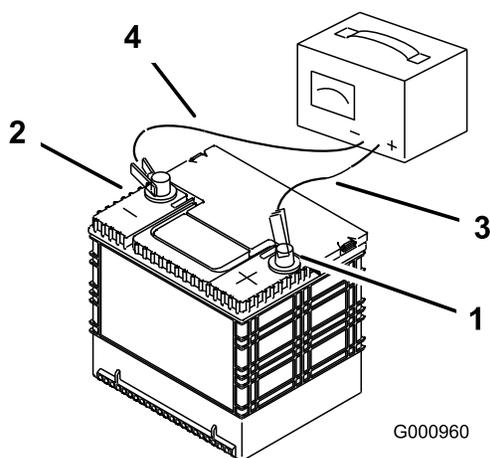

Рисунок 48
3. После полной зарядки аккумулятора отсоедините зарядное устройство от электророзетки, а затем отсоедините провода зарядного устройства от штырей аккумулятора (Рисунок 48).